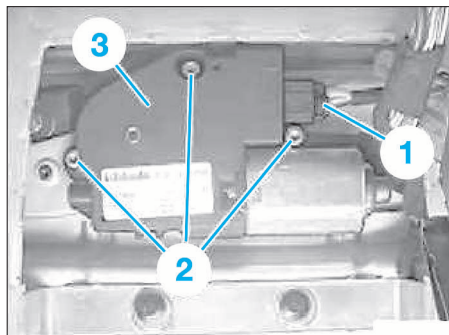

FIG. 74
- Déverrouiller et débrancher le connecteur électrique du moteur du toit ouvrant (1) (Fig.74).